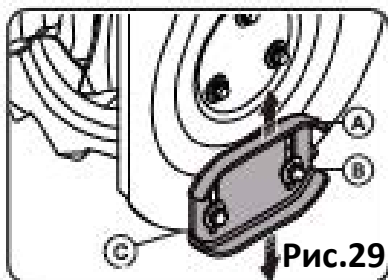

Рис.29
10.1. Двусторонние опорные башмаки (лыжи) (Рис.29).
После использования в течение определенного периода времени, если обнаружено, что нижняя часть башмака (B) изношена; ослабьте контргайку M8 (B), отрегулируйте башмак (B) вверх и вниз, чтобы расстояние между нижней частью корпуса снегозаборника (C) и землей оставалось равным 3-6 мм, чтобы избежать ненормального износа нижней части корпуса снегозаборника (C) см. рис.29.